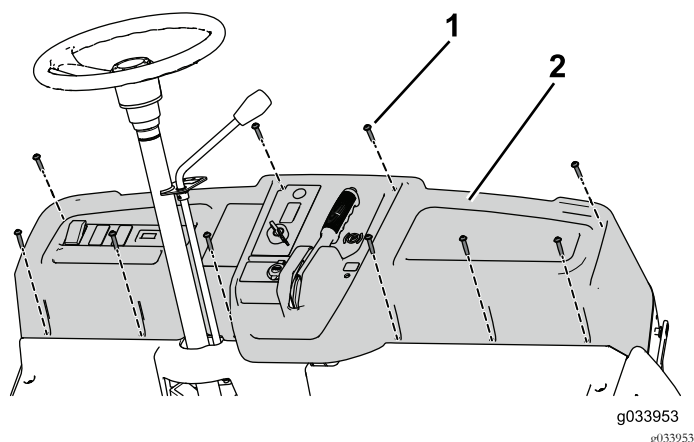

Figure 32
- Utilisez les 10 vis (1/4" x 1 1/4") pour fixer le tableau de bord à la machine (Figure 32).